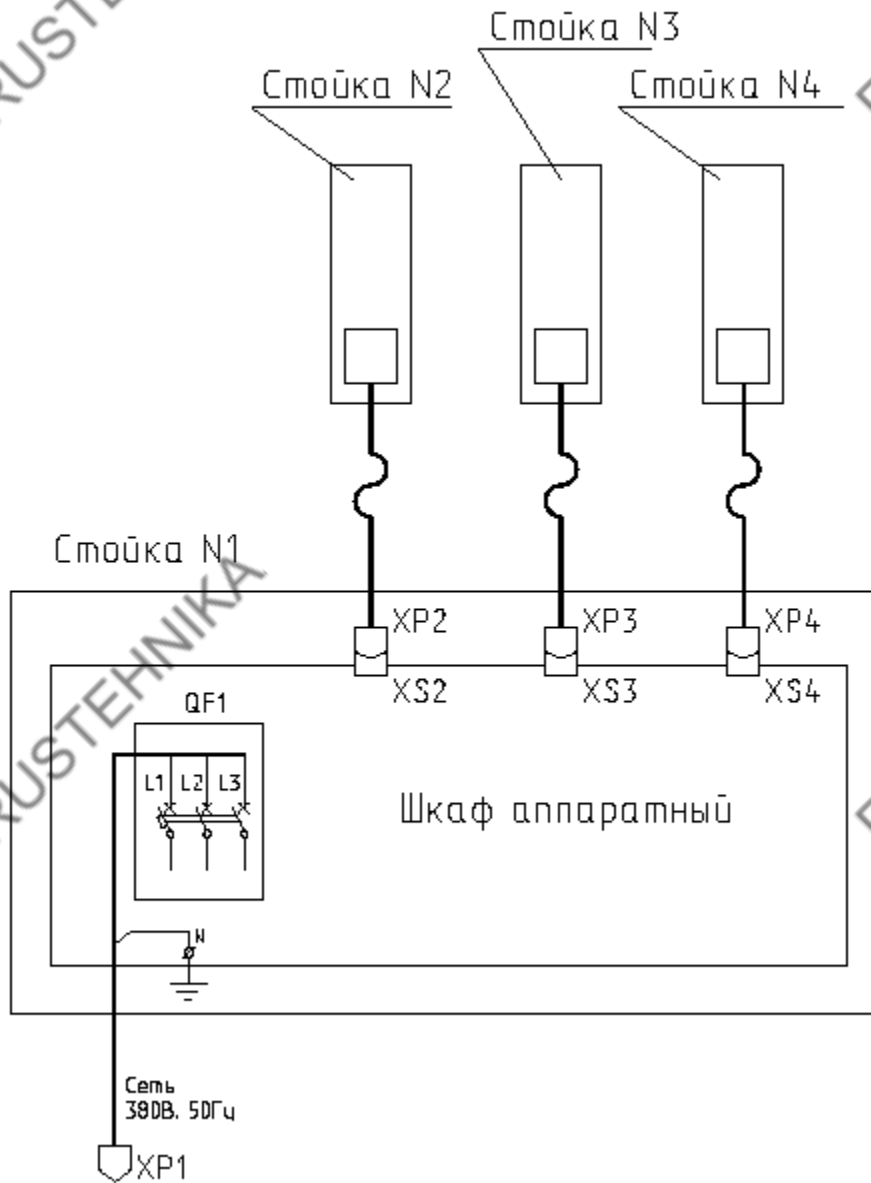

Рис. 4. Схема электрическая соединений подъемника ПП-10
4.4. Перечень элементов схемы электрической принципиальной приведен в таблице № 1. Схема электрическая соединений приведена на Рис. 4.